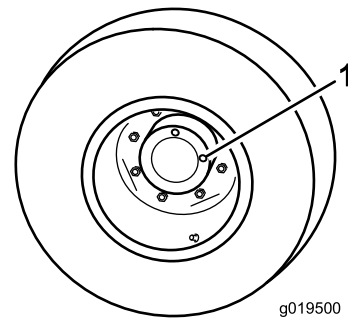

Рисунок 73
1. Поставьте машину на горизонтальную поверхность и расположите колесо так, чтобы одна контрольная пробка (Рисунок 73) находилась в положении "12 часов", а другая в положении "3 часа".
2. Снимите пробку в положении 3 часа (Рисунок 73). Уровень масла должен быть в пределах 6 мм от отверстия контрольной пробки.